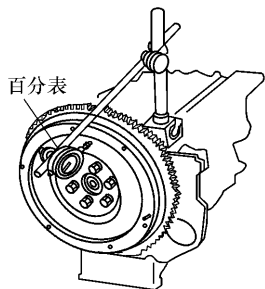

图 5-12 飞轮端面跳动测量
9) 飞轮工作表面的端面跳动检测 (图 5-12)。在飞轮后端面最外端进行测量, 其跳动量应不大于 0.20mm (参考)。如果跳动量过大应查明原因, 必要时更换飞轮。